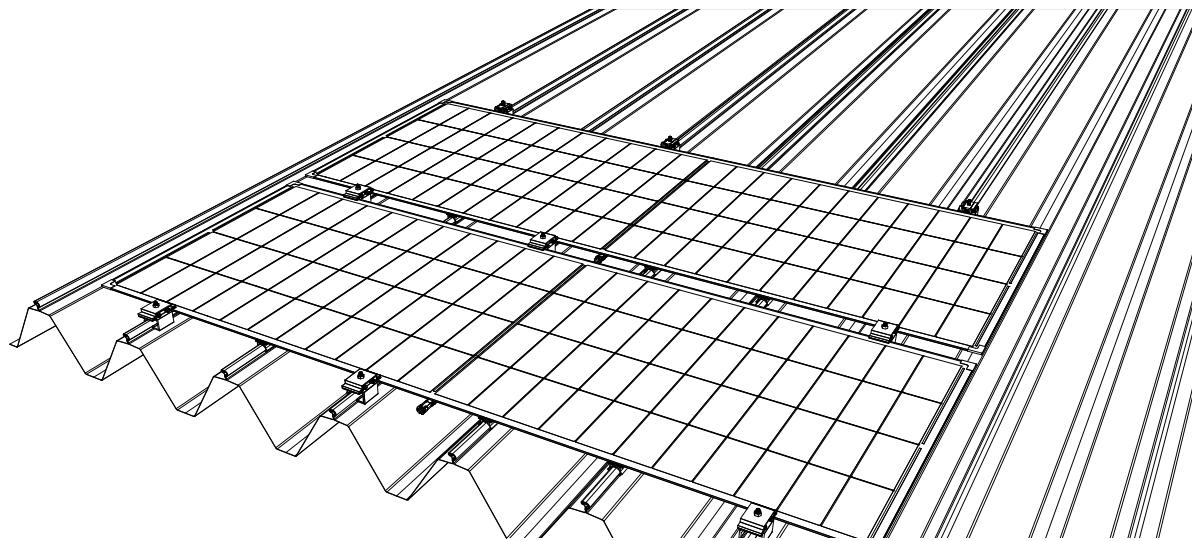

図 9
- 1番目の製品の取り付け手順を参考にして、順次 2番目の製品の取り付けを完了してください (図 9)。